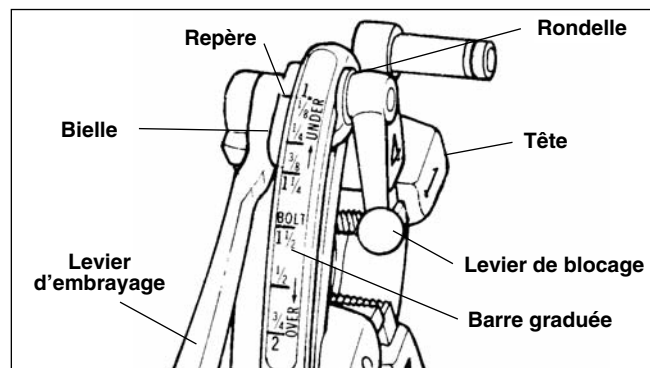

Figure 8 – Tête de filière à ouverture rapide n° 811-A
6. Tête de filière à ouverture rapide n° 811A (Figure 8) – En fin de filetage, relevez le levier d'embrayage pour ramener les filières en arrière.
La tête de filière universelle 811-A (*Figure 8*) pour filetage à droite utilise quatre jeux de filières pour le filetage des tuyaux de $\frac{1}{8}$ à $1\frac{1}{2}$ po. Un jeu de filières est nécessaire pour chacune des gammes diamétriques suivantes : ($\varnothing \frac{1}{8}$ po), ($\varnothing \frac{1}{4}$ et $\frac{3}{8}$ po), ($\varnothing \frac{1}{2}$ et $\frac{3}{4}$ po) et ($\varnothing 1$ à $1\frac{1}{2}$ po). Le filetage des boulons nécessite un jeu de filières spécial pour chaque taille de boulon.